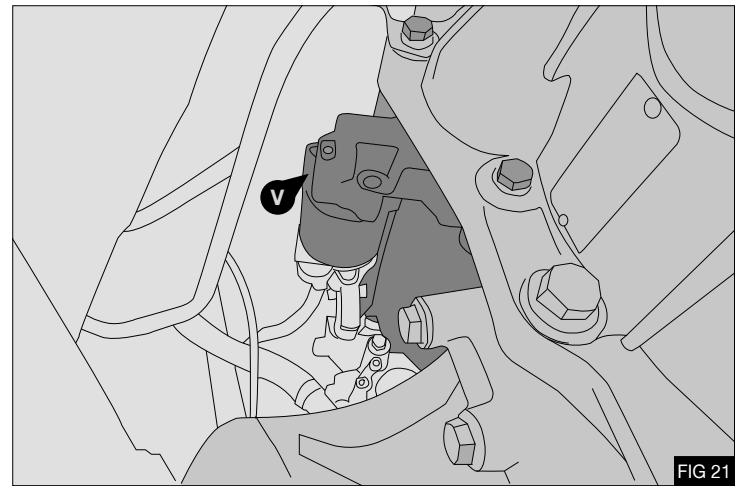

FIG 21
17. Apriete el tornillo (14) con un par de torsión de 35 Nm.
19. Extraiga las 3 fijaciones que sujetan el motor de arranque (V) - Fig 21